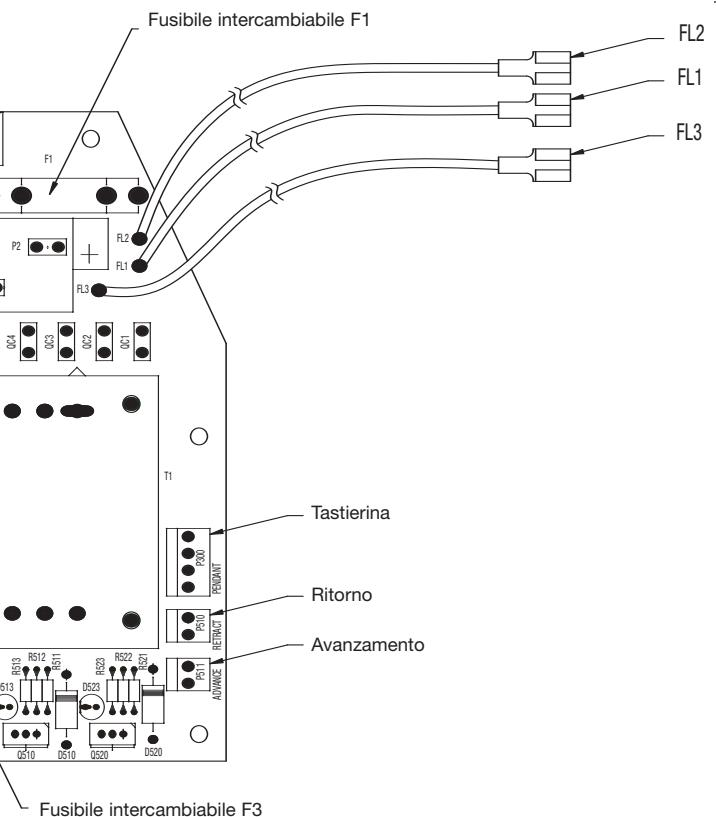

Fig. 9, Configurazione pannello alimentazione elettrica
Il trasduttore di pressione, lo scambiatore di calore, il pressostato, la tastierina e l'interruttore a pedale, le valvole a solenoide (A) e (B) sono forniti con connettori che si collegano alle corrispondenti prese sul pannello dell'alimentazione elettrica (Fig. 9).